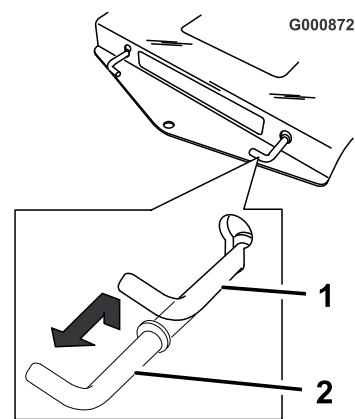

Bild 17
Ziehen Sie beide Sicherheitshebel nach oben und vollständig heraus. Drücken Sie die Hebel nach unten (Bild 17).
3. Ziehen Sie die beiden Sicherheitshebel hoch und drücken diese so weit, dass die Scheiben an der Stange durch den Schlitz gehen. Drücken Sie die Hebel nach unten, um sie zu arretieren (Bild 17).